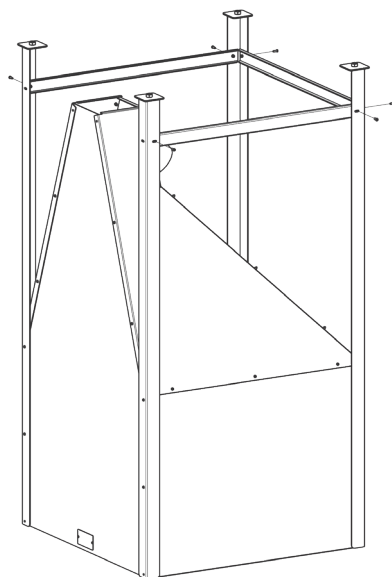

Рис. 11
9. Для придания ножкам бункера жесткости скрепите их тремя проставками (Рис. 11) и проставкой задней (Рис. 12).